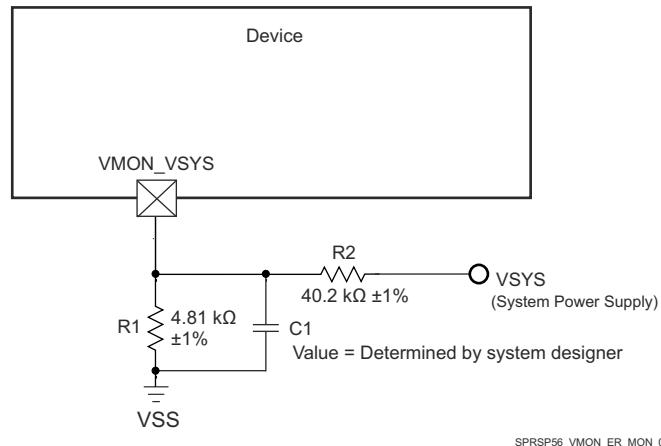

図 8-5. システム電源監視分圧回路
システム電源が公称 5V で、最大トリガ スレッショルドが 5V - 10%、すなわち 4.5V の場合の例を 図 8-5 に示します。
**VMON\_ER\_VSYS** は、最小のヒステリシスで、過渡に対する高帯域応答を備えているため、システム設計者は分圧器出力にノイズ フィルタを実装することも考慮する必要があります。これは、図 8-5 に示すように、 $R1$  の両端にコンデンサを取り付けることで実現できます。ただし、システム設計者は、システムの電源ノイズと、過渡現象に対して予測される応答に基づいて、このフィルタの応答時間を決定する必要があります。